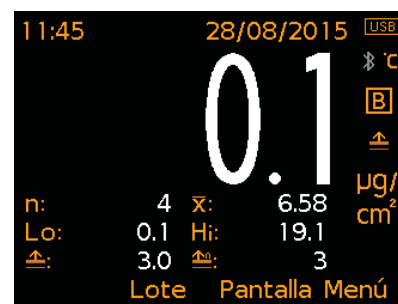

Fig. 3: Lecturas x1 y estadísticas seleccionadas
- **Estadísticas seleccionadas (Fig. 3);** pueden mostrarse hasta 8 valores estadísticos conforme a lo definido por el usuario mediante Pantalla/Estadísticas/Seleccionar estadísticas. Seleccione entre: Número de lecturas, Media, Lectura mínima, Lectura máxima, Rango, Desviación estándar, Coeficiente de variación, Valor límite, Número sobre el límite